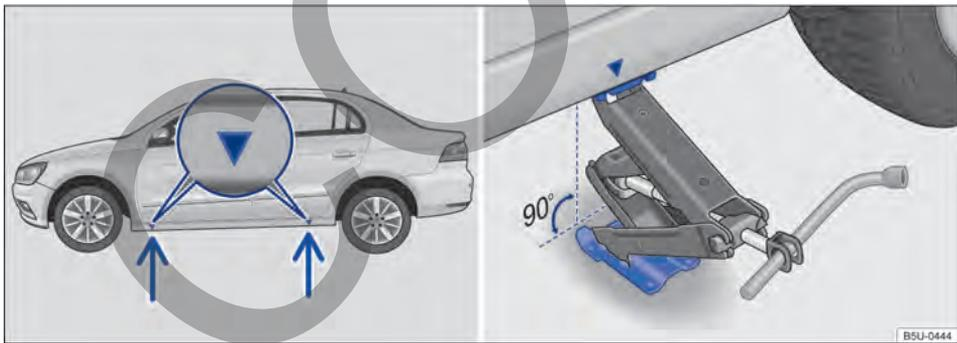

Fig. 212 Puntos de apoyo del gato y gato posicionado atrás en el lado izquierdo trasero del vehículo.
El gato únicamente puede ser posicionado en los puntos de apoyo indicados (marca en la carrocería) → fig. 212. Es válido el punto de apoyo ubicado próximo a la rueda correspondiente → ⚠.
7. Buscar debajo del vehículo el punto de apoyo del gato → fig. 212 más cerca de la rueda que se debe cambiar.
9. Garantizar que la base del gato, con toda su superficie, esté sobre el piso y que la base se encuentre perpendicularmente por debajo del punto de colocación → fig. 212.
10. Alinear el gato y, simultáneamente, levantar la garra del gato hasta que se encaje en el travesaño debajo del vehículo → fig. 212.
- Posicionar el gato únicamente en los puntos indicados. La garra del gato debe encajarse en el perfil del larguero de forma segura → fig. 212.